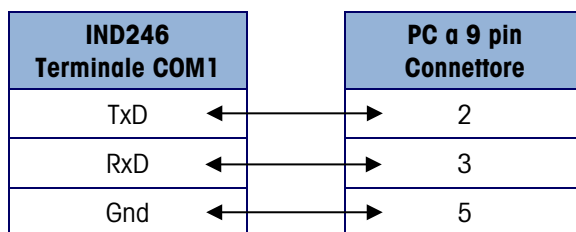

Figura 5-11: Cablaggio del cavo seriale
4. Collegare un cavo seriale configurato come mostrato in Figura 5-11 dal PC al terminale.